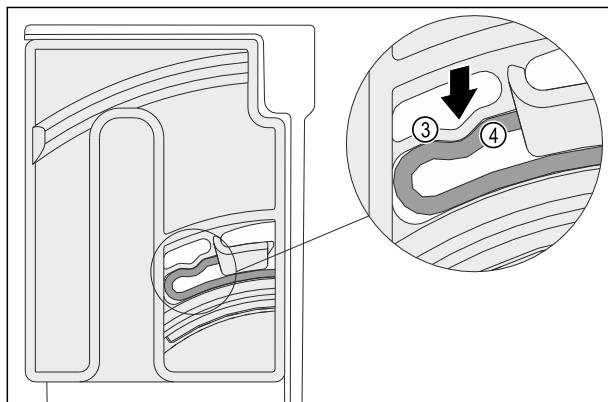

Fig. 141
- ▶ 旋转单元的弹性元件 Fig. 141 (3)卡入圆弧形滑条 Fig. 141 (4) 中，发出咔哒声。